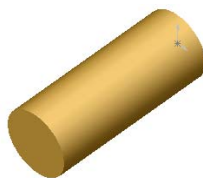

图 6-36 拉伸特征
3) 单击  按钮, 从而生成拉伸特征, 如图 6-36 所示。